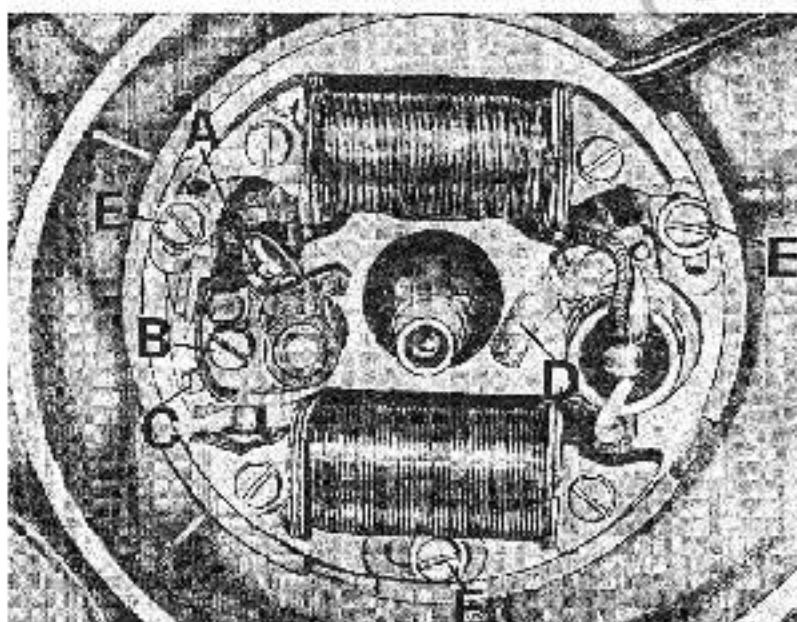

Fig. 19
### Ruttore d'accensione (ved. fig. 19)
N.B. - Nella fig. 19 il volano appare srotolato; lo smontaggio è stato effettuato al solo scopo di poter mostrare quali sono le parti da lubrificare e registrare; la manutenzione di queste parti viene eseguita attraverso le finestre del volano, restando opportunamente.
Se i contatti si aprono prima o dopo il punto stabilito, occorre allentare le viti (E) di fig. 19 che bloccano la parte fissa del volano al basamento, indicando quest'ultimo a